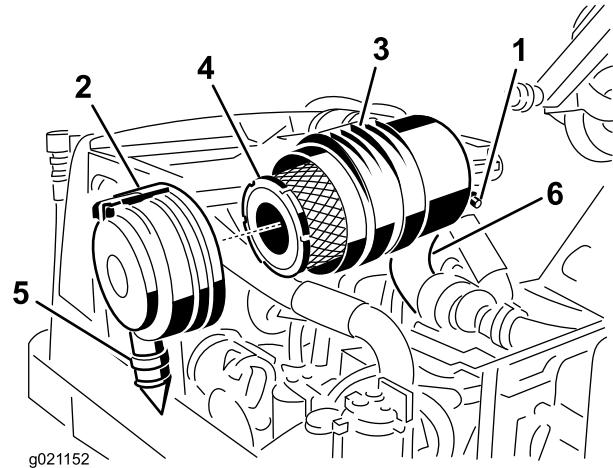
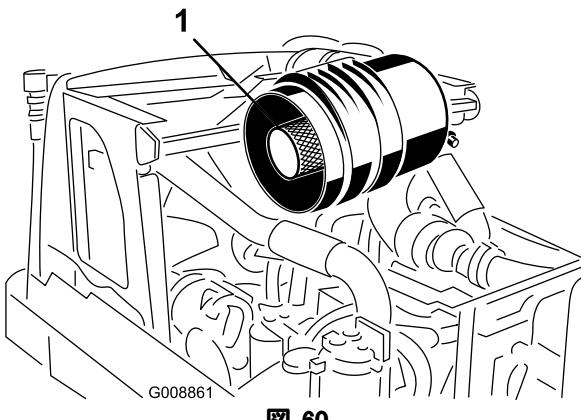

図 59
図 60
- ラッチを引いて外し、カバーを左にひねってボディーからはずす（図 59）。
- 主フィルタを外す（図 59）。エレメントを洗って再使用しないこと。洗浄によってフィルタの滤紙を破損させる恐れがある。新しいフィルタに傷がついていないかを点検する。特にフィルタとボディーの密着部に注意する。破損しているフィルタは使用しない。安全フィルタは外さないこと（図 60）。
重要 安全フィルタ（図 60）は絶対に洗わないでください。安全フィルタは、1次フィルタの3度目の整備時に新品に交換します。
3. 主フィルタを交換する（図 59）。
6. ゴム製のアウトレットバルブ（図 59）が下向き（後ろから見たとき、時計の5:00と7:00の間にになるように）カバーを取り付ける。ラッチをしっかりと掛ける。